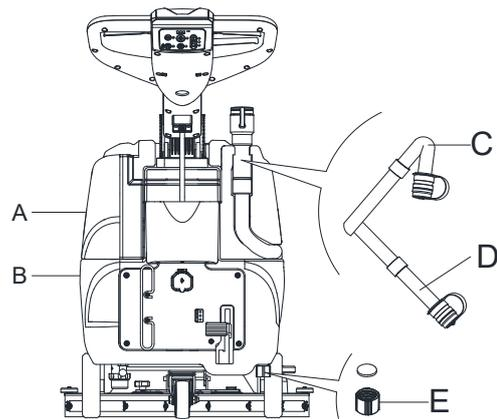

Abb. 11
**Wenn Sie das Schmutzwasser entleeren muss der Saugschlauch für den Abfall (C, Abbildung 11) zusammengefasst und in eine niedrigere Position (D, Abbildung 11) abgesenkt sein. Öffnen Sie dann den Deckel der Saugschlauches für den Abfall, um das Wasser abzulassen. Richten Sie den Abfluss des Vakuumschlauchs nicht nach oben, um das Wasser vertikal abtropfen zu lassen. Dadurch wird vermieden, dass Schmutzwasser auf den Gerätebediener geschüttet wird.**
8. Leeren Sie den Lösungsmitteltank durch die Ablassabdeckung (, Abbildung 11). Nach der Beendigung spülen Sie den Behälter gründlich mit klarem Wasser aus.
2. Leeren Sie die Tanks (A und B, Abbildung 11) entsprechend den Anweisungen im vorherigen Absatz.